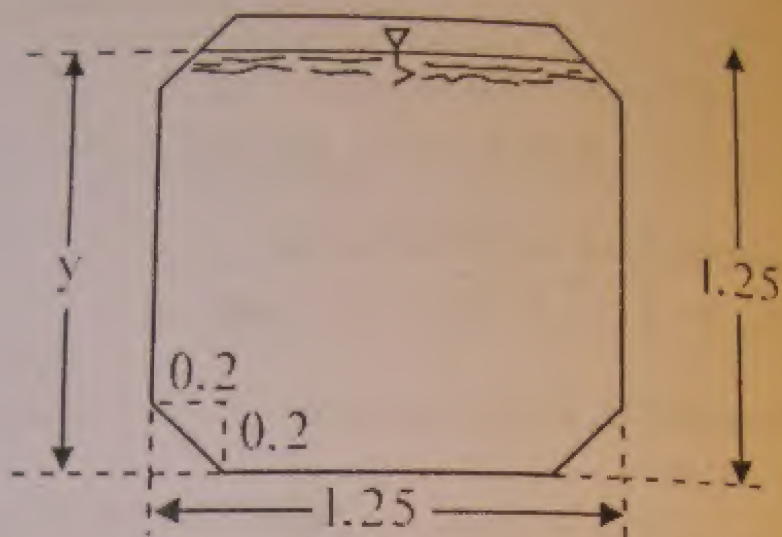

Figura 10. Sección transversal del acueducto
15. Un acueducto que tiene la forma como se muestra en la figura 10, conduce un caudal de 750 l/s, está trazado con una pendiente de 0,2 ‰, con un coeficiente de rugosidad de 0,014. Calcular la velocidad media.